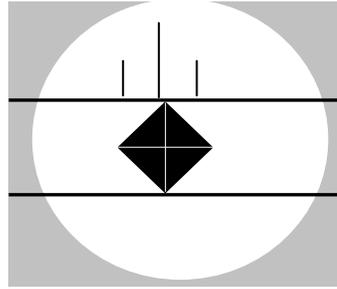

Abbildung 5-13 Bewegung der unteren Linie zur unteren Spitze
10. Drehen Sie die Mikrometerschraube bis die untere dünne Linie sich nach unten Richtung der gegenüberliegenden Spitze des Eindrucks bewegt, wie Abbildung 5-13 verdeutlicht.